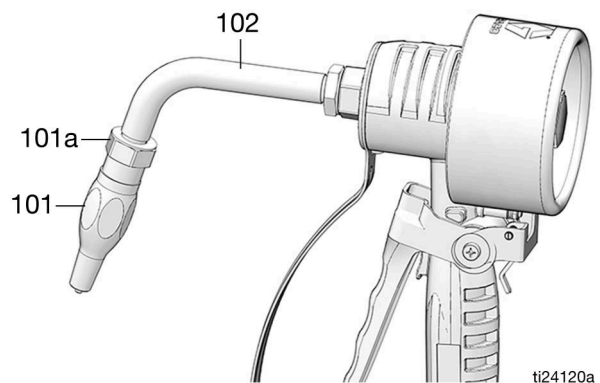

FIG. 7
- a. Visser la buse (101) sur la rallonge (102) comme montré sur la FIG. 7.
- b. Utiliser une clé à molette à extrémité ouverte sur les méplats de la douille de la buse (101a) (FIG. 7) pour serrer le raccord.